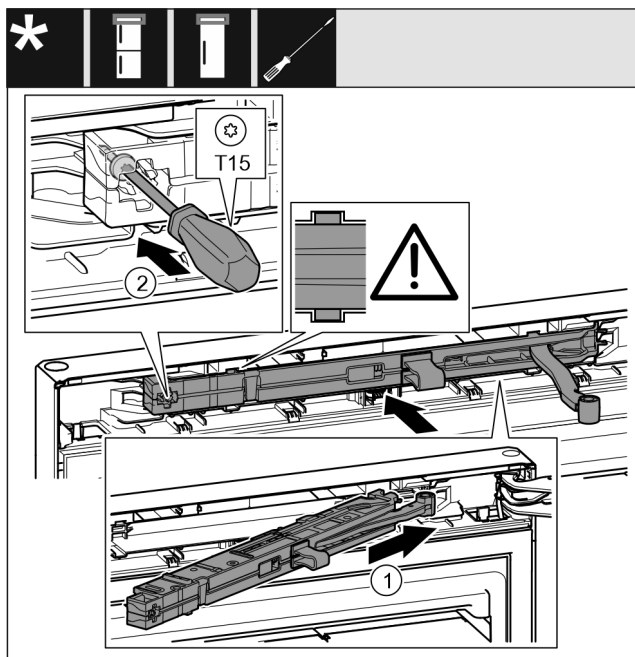

Fig. 44
- ▶ Inserire in diagonale l'unità dell'ammortizzatore di chiusura *Fig. 44 (1)* nel vano sul lato del blocco di supporto fino a battuta.
- ▶ Stringere la vite *Fig. 44 (2)* con un cacciavite.